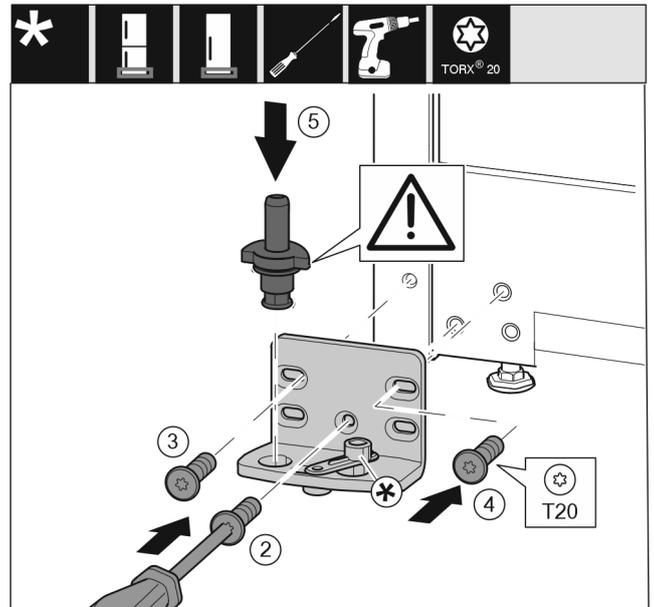

Fig. 18
- ▶ Postavite podložak ležaja na drugu stranu i pritegnite ga odvijačem. Započnite s vijkom Fig. 18 (2) dolje u sredini.
- ▶ Pritegnite vijak Fig. 18 (3) i vijak Fig. 18 (4).
- ▶ Potpuno umetnite podložak ležaja Fig. 18 (5). Pritom se pobrinite za to da je uskočna izbočina okrenuto prema natrag.